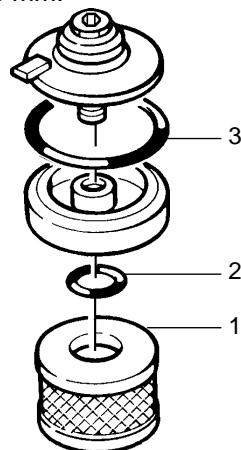

Fig. V-5
Note The filter element (figure V-5, item 1) must be replaced whenever the fluid is changed.
Nota Il filtro (fig. V-5 pos. 1) deve essere sostituito ad ogni cambio dell'olio.
Remarque Remplacer et nettoyer le filtre (figure V-5, position 1) à chaque vidange.
El filtro (Fig. V-5 pos. 1) se debe sustituir cada vez que se efectúe el cambio de aceite.
Anmerkung Bei jedem Ölwechsel muß auch das Filterelement (Pos.1, Bild V-5) ausgetauscht werden.
- 2.1.2 Pull filter element (figure V-5, item 1) off.
- 2.1.3 Check O-rings (figure V-5, item 2 and 3) for damage, replace if necessary.
- 2.1.2 Staccare il filtro dal coperchio (fig. V-5, pos 1).
- 2.1.3 Controllare gli anelli OR (fig. V-5, pos.2 e 3) e sostituirli se necessario.
- 2.1.2 Retirer l'élément filtrant (fig. V-5, position 1) du couvercle.
- 2.1.3 Vérifier l'état des joints toriques (fig. V-5, position 2 et 3), les remplacer si nécessaire.
- 2.1.2 Separar el filtro de la tapa (Fig. V-5, pos 1).
- 2.1.3 Controlar los anillos OR (Fig. V-5, pos. 2 y 3) y sustituirlos si es necesario.
- 2.1.2 Filterelement (Pos. 1, Bild V-5) abziehen.
- 2.1.3 O-Ringe (Pos. 2 und 3, Bild V-5) auf Beschädigung überprüfen, gegebenenfalls erneuern.